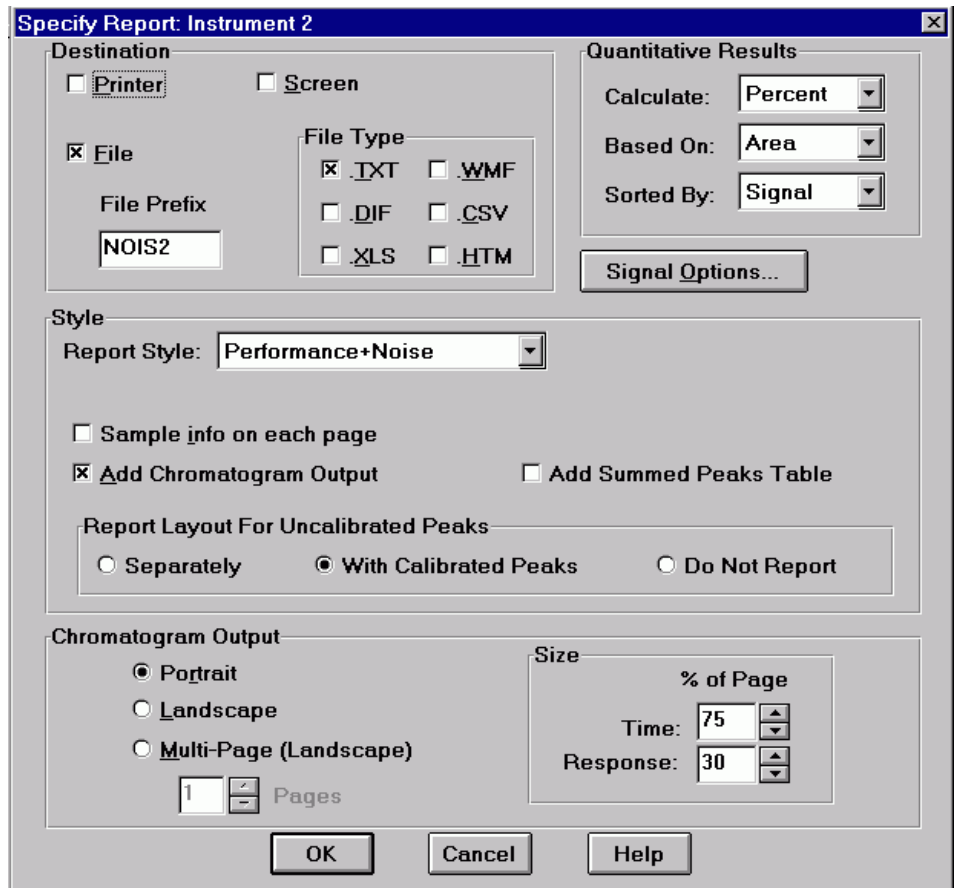

图 28 RID 基线校验报告
- 6 指定报告格式 “性能 + 噪音”，如所示 “第 67 页的图 28”